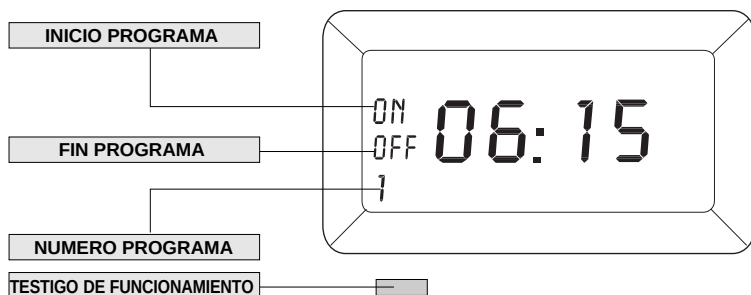

fig. 6
2. Accionar el pulsador P para acceder al 1r programa de encendido. En el display se visualiza el mensaje ON y el número de programa (1), véase fig. 6.
4. Para programar la hora de finalización del programa, hay que accionar de nuevo el pulsador P. En el display se visualiza el mensaje OFF y 1 (fig. 6). Definir la hora mediante los botones h+ y min+.